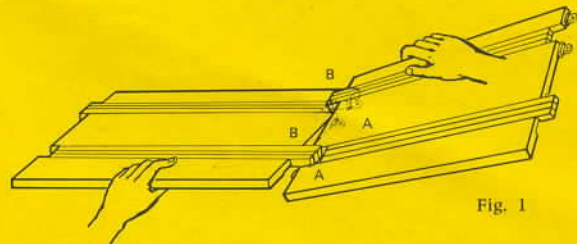

Fig. 1
- 1 Présentez les 2 éléments comme ci-dessus : celui de gauche à moitié appuyé sur la table (ou sur le sol), celui de droite incliné à 45° dans l'autre sens de manière que les 2 encoches A soient placées en-dessous des 2 becs B (voir fig. 1).